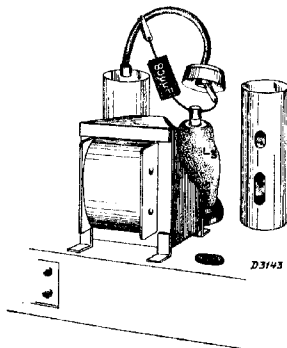

Fig. 2
12. 2e M.F.-kring verstemmen door een condensator van 80  $\mu\mu\text{F}$  te schakelen tussen het stuurrooster van L3 en het chassis (fig. 2).